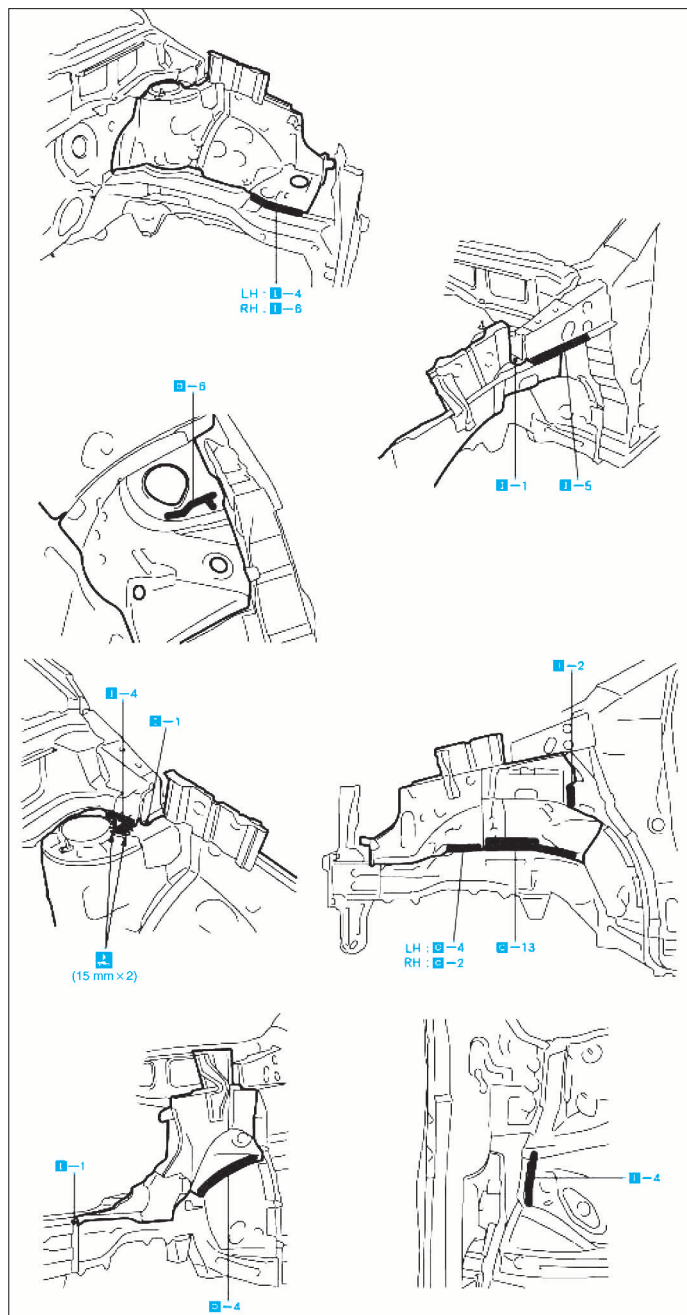

FIG. 12
- Après la soudure (Fig.12), appliquer de la mousse en polyuréthane sur les pièces correspondantes.